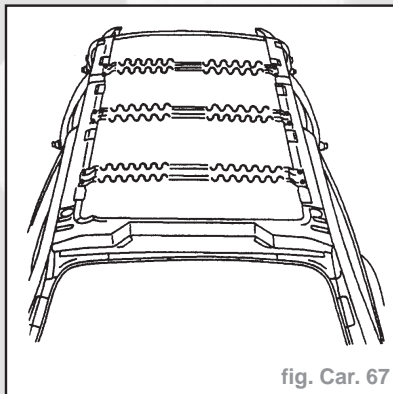

fig. Car. 67
- Appliquer un cordon de colle structurale (fig. Car. 67).